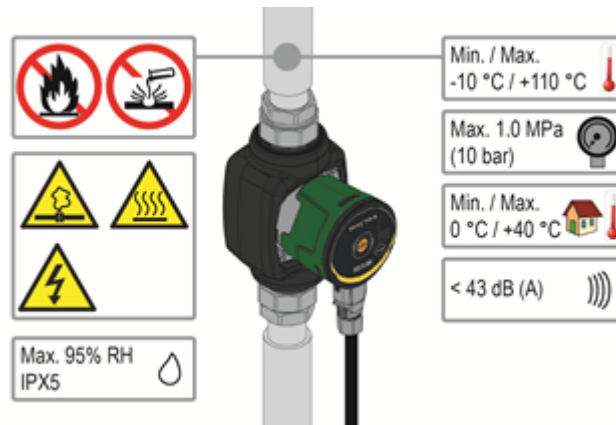

Abb. 1: Fördermedien, Warnhinweise und Betriebsbedingungen
Die Pfeile auf dem Pumpengehäuse geben die Strömungsrichtung der Flüssigkeit durch die Pumpe an. Siehe Abb. 1, Pos. A.
1 Bringen Sie bei der Montage der Pumpe in die Rohrleitung die beiden mitgelieferten Dichtungen an. Siehe Abb. 1, Pos. B.
2. Bauen Sie die Pumpe so ein, dass sich die Motorwelle in horizontaler Position befindet. Siehe Abb. 1, Pos. C.